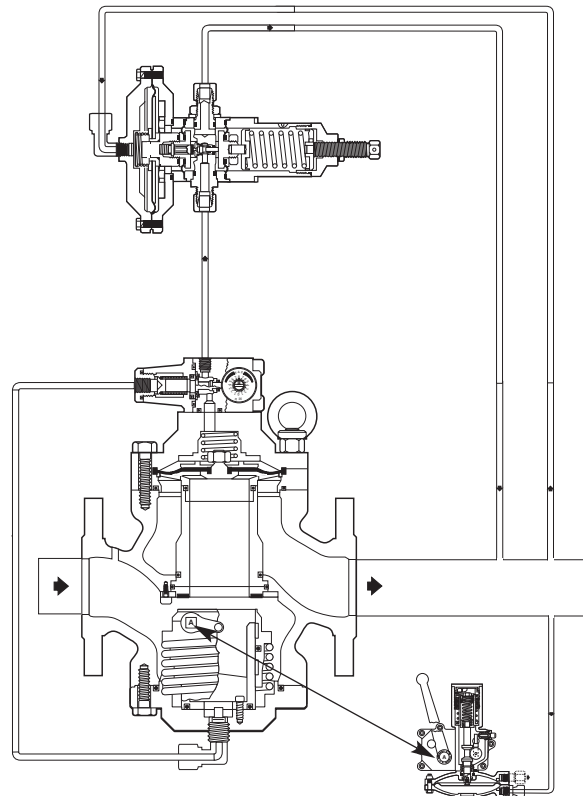
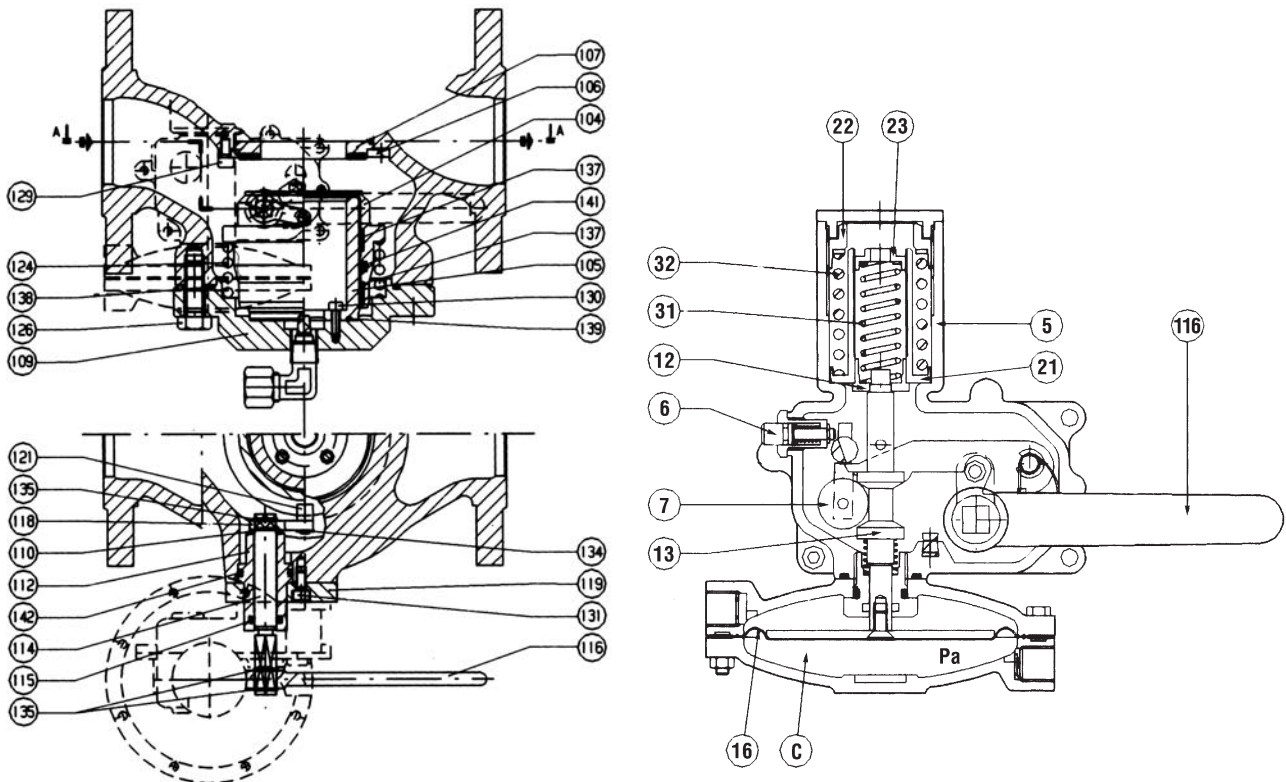

Fig. 10a
Fig. 10b
E' un dispositivo (fig. 10a) che blocca immediatamente il flusso del gas se, a causa di qualche guasto, la pressione di valle raggiunge il valore prefissato per il suo intervento, oppure se la si aziona manualmente.
- un dispositivo pressostatico VB 31../32../33..(fig. 10b) che con il proprio cinematisimo interno determina la posizione di apertura o di chiusura dell'otturatore 104.
*This is a device (fig. 10a) which immediately blocks the gas flow if, following some kind of failure, the downstream pressure reaches the set-point for its intervention or if it is operated manually.*
- *intervention accuracy (AG):  $\pm 1\%$  of the pressure set-point for pressure increases,  $\pm 5\%$  for pressure decreases;*
- *a VB 31/32/33 pressure switch device (fig. 10b) whose internal motion determines the open or closed position of the obturator 104.*
Das Sicherheitsabsperrventil SAV (Abb. 10a) dient zur sofortigen Unterbrechung des Gasdurchflusses, falls der Regeldruck aufgrund irgendeiner Störung einen voreingestellten Auslösedruck über- und/oder unterschreiten sollte oder falls das SAV von Hand ausgelöst wird.
- ein Stellantrieb VB 31-32-33 je nach Druckbereich VB 31-32-33 (Abb. 10b), der durch seine internen Stellglieder die Öffnungs- oder Schließstellung des Ventilschiebers 104 bewirkt.
Il s'agit d'un dispositif (Fig. 10a) qui bloque immédiatement le flux du gaz si, en raison d'une panne quelconque, la pression en aval atteint la valeur prédéfinie pour son intervention, ou s'il est actionné manuellement. Pour le détendeur Aperval, il est possible d'incorporer la vanne VB/93 sur le détendeur de service comme sur le détendeur avec fonction de monitor en ligne.
Es un dispositivo (fig. 10a) que corta inmediatamente el flujo del gas si, por cualquier anomalía, la presión de salida alcanza el valor preestablecido para su intervención, o es accionado manualmente. En el regulador de presión Aperval existe la posibilidad de tener la válvula VB/93 incorporada tanto en el mismo regulador de servicio como en el que actúa como monitor en línea.
Esta válvula (fig. 10a) corta de imediato a passagem de gás, se por algum motivo a pressão a jusante atinge o valor de taragem do disparo ou se a válvula é actuada manualmente.
- un dispositif pressostatique VB 31-32-33 (Fig. 10b) qui, par sa cinématique interne, détermine la position d'ouverture ou de fermeture du clapet 104.
- un dispositivo presostático VB 31-32-33 (fig. 10b) que con su propio funcionamiento interno, determina la posición de apertura o cierre del obturador 104.
- o sistema de pressão VB 31-32-33 (fig. 10b), o qual através do movimento das suas partes internas, determinam o fecho ou abertura do obturador 104.